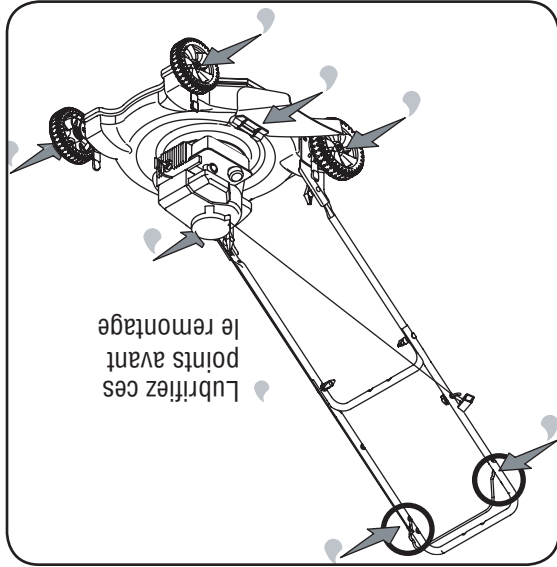

Figure 10
1. Lubrifiez les points de pivot de la poignée de commande de la lame au moins une fois par saison avec une huile légère. La commande de la lame doit fonctionner facilement dans les deux sens. Voir la Figure 10.
3. Le ressort de torsion et le point de pivotement sur le clapet arrière doivent être lubrifiés régulièrement avec une huile légère pour empêcher la rouille. Voir la Figure 10.